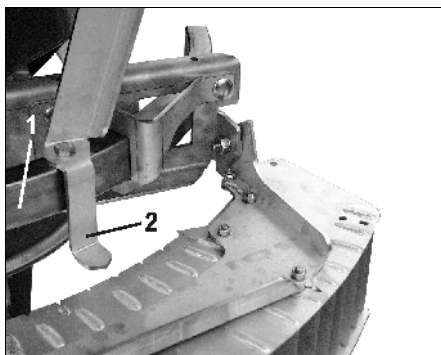

Fig. 44
- Skyv begrensningsskjermen så langt på føringsbøylen (Fig. 44/1) inntil viseren (Fig. 44/2) blir stående på på den innstillte verdi fra spredetabellen (Fig. 42).